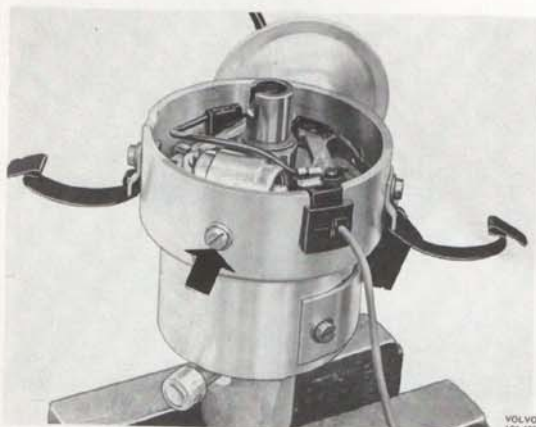

Bild 3-48. Demontering av kondensator och primärledning
2. Märk upp hur låsbyglarna för locket sitter samt demontera dem. Koppla loss kabeln från brytar-kontakterna och demontera kondensatorn, se bild 3-48.